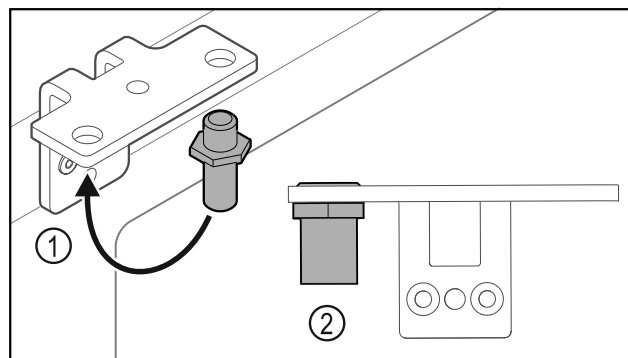

Fig. 31
- ▶ Helyezze át a csuklópántban a csapszeget Fig. 31 (1).
- ▶ Húzza meg a csapszeget Fig. 31 (2) **12 Nm-es forgatónyomatékkal.**